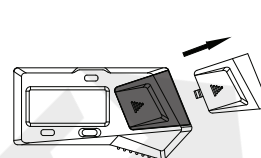

fig.1
- Remover a tampa da pilha (fig.1)